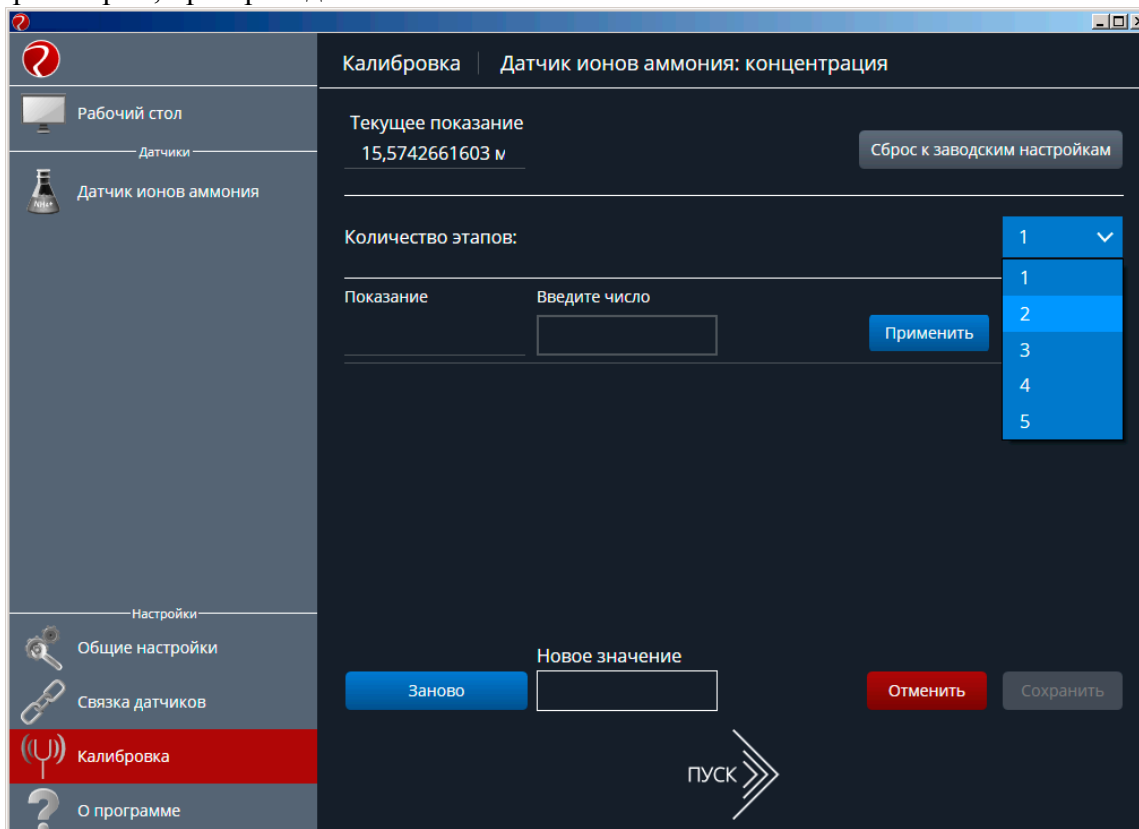

Рисунок 4 – Выбор количества этапов калибровки
- 8) Если пароль введен верно, на экране появится окно калибровки датчика (рис. 4). С помощью выпадающего списка в меню «Количество этапов» необходимо выбрать число калибровочных растворов, на основании которых будет производиться калибровка параметров датчика ионов аммония (от 2 до 5). При проведении спланированного эксперимента рекомендуется проводить калибровку датчика по 2 – 3 калибровочным растворам, при проведении химического анализа – по 5.